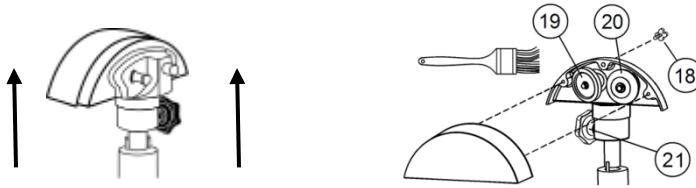

FIG 10. PASOS PARA DESENSAMBLAR EL AFILADOR
1. Para remover el sub-ensamblé del afilador (13), aflojando la perilla del afilador (21) y jale hacia arriba el sub-ensamblé del afilador (Fig. 10)